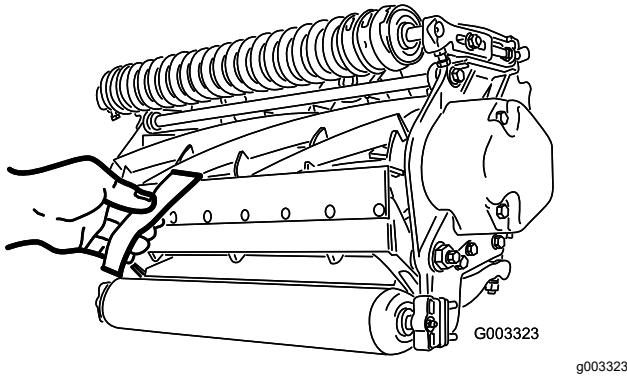

Figura 8
- B. Inserite una lunga striscia di carta di verifica del taglio (n. cat. Toro 125-5610) tra il cilindro e la controlama, perpendicolarmente alla controlama (**Figura 8**), poi ruotate **lentamente** il cilindro in avanti: dovrebbe tagliare la carta; in caso contrario, ripetete i passaggi A e B finché ciò non avviene.
- Inserite una lunga striscia di carta di verifica del taglio (n. cat. Toro 125-5610) tra il cilindro e la controlama, perpendicolarmente alla controlama (Figura 8), poi ruotate **lentamente** il cilindro in avanti: dovrebbe tagliare la carta; in caso contrario, ruotate ciascun bullone di regolazione della barra di appoggio in senso orario di uno scatto e ripetete questo passaggio finché la carta non viene tagliata.